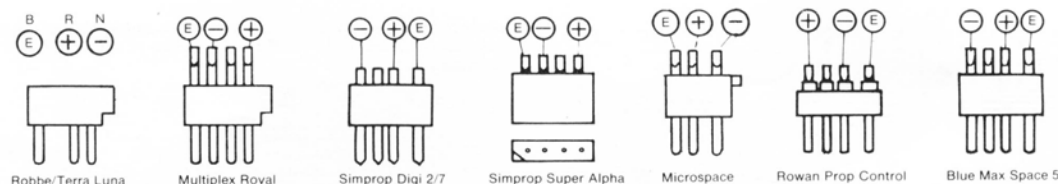

Fig. 7. - Adaptation à divers récepteurs.
- ( ) Souder ensuite les prises sur cette dernière en respectant le schéma de branchement (voir schéma fig. 6). Si le servo est destiné à fonctionner avec un autre ensemble de radiocommande, par exemple : Multiplex Royal, Simprop Digi 2-7, Simprop Super-Alpha, Rowan Prop-control, Blue-Max, Robbe-Digital, Space Commander, Microspace, etc., respecter les connexions indiquées, fig. 7.
Si le servomoteur est destiné à fonctionner avec un ensemble de radiocommande de l'une des marques déjà citées, on se référera à la fig. 7 représentant différents schémas de branchement. La fig. 3c montre les valeurs de résistances à adopter en fonction du neutre désiré des servomoteurs. On peut ainsi voir sur la courbe que pour un servo Robbe-Digital, par exemple (dont le neutre correspond à 1,35 ms) la résistance R3 sera de l'ordre de 19 k $\Omega$ .